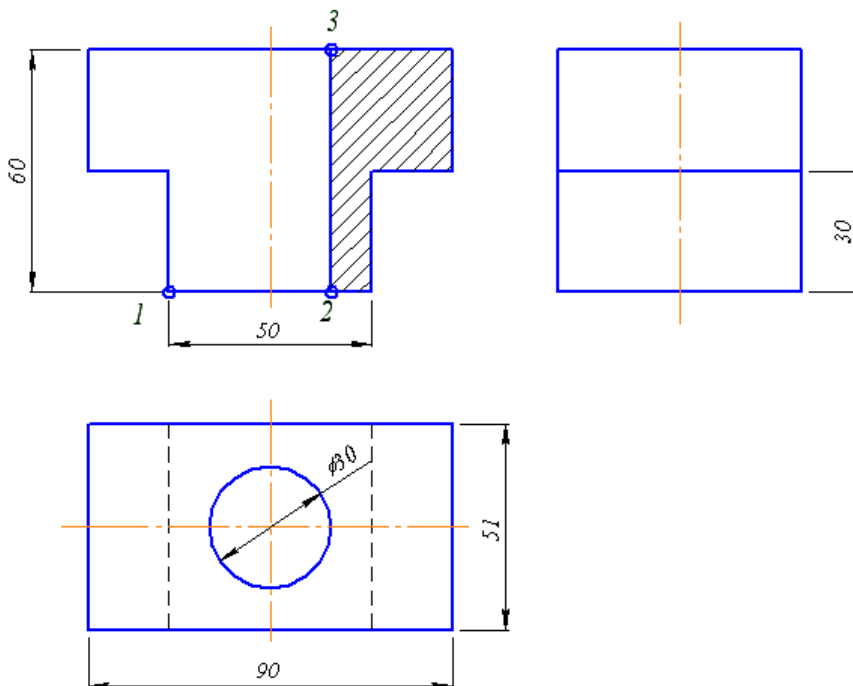

Рис.2.1. Креслення деталі
2. Виконати вид попереду. Використати команду **НЕПРЕРИВНЫЙ ВВОД ОБЪЕКТА**, починаючи із точки **1**, задавати довжину відрізків (див. рис. 2.1).
11. Нанести розміри на види відповідно до креслення на рис. 2.1.